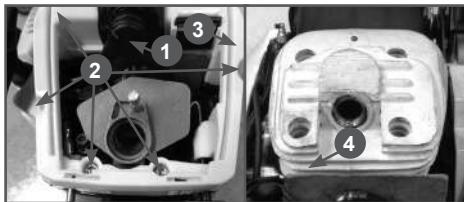

Рис. 30 Очистка охлаждающих ребер цилиндра
Для очистки охлаждающих ребер цилиндра (Рис. 30) необходимо сделать следующее:
1. Открутите барашковую гайку 1 и снимите крышку воздушного фильтра 2 (Рис. 30).
2. Снимите фильтрующий элемент 3 с корпуса (Рис. 30).